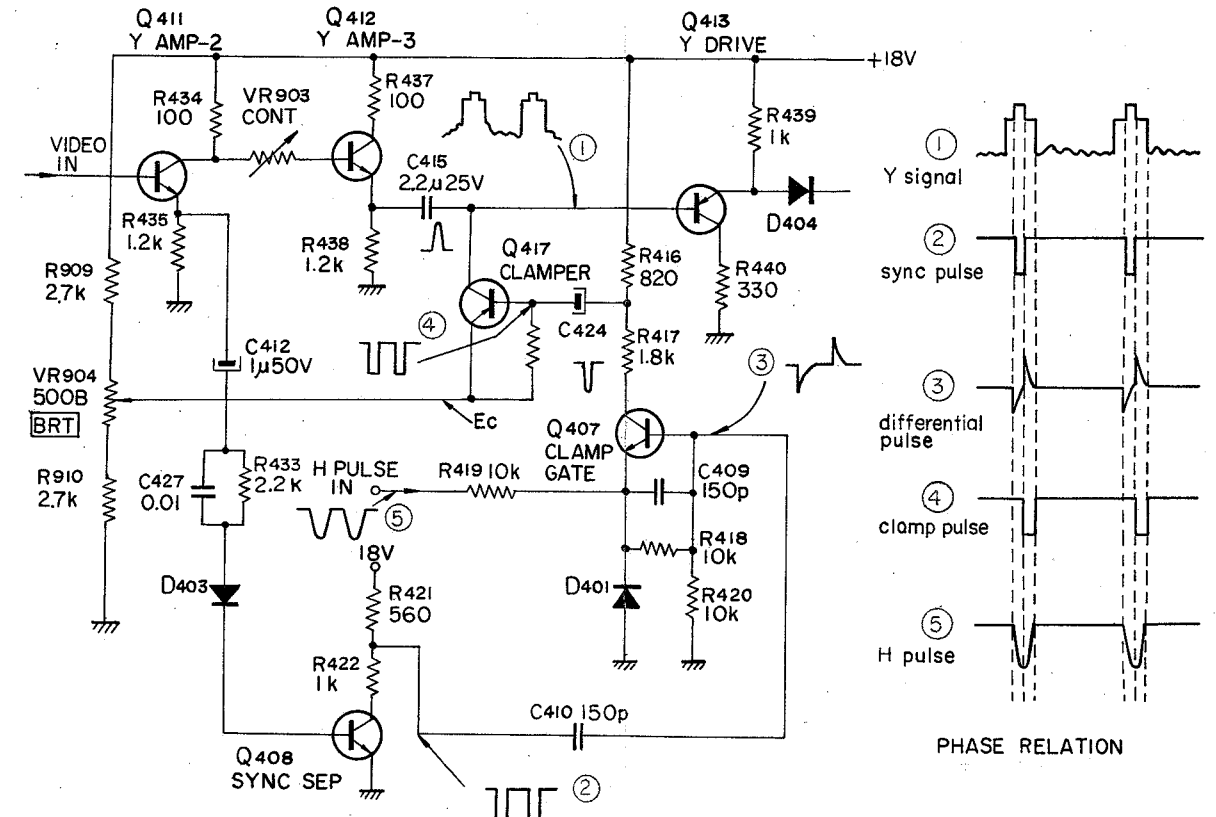

Fig. 1-1.
Le niveau noir du signal vidéo peut être fixé à un certain niveau au moyen du circuit de fixage, on peut alors obtenir une image nette et de haute qualité (voir le schéma du circuit figure 1-1).
Le signal de synchronisation est séparé par Q408 du signal délivré par l'émetteur de Q411 (Amplificateur Y). Le signal de synchronisation qui apparaît sur le collecteur de Q408 est différencié par un filtre passe-haut constitué de C410 (150 pF) et de 2 résistances montées en parallèle (R420: 10 k Ω et R418: 10 k Ω). On obtient alors un signal différencié (voir forme du signal N° ③ figure 1-1) qui est fourni à la base de Q407 (porte de fixage). Le potentiel de l'émetteur de Q407 est plus élevé que celui de la base dans des conditions normales de fonctionnement, Q407 est alors coupé.
Lorsqu'on applique une impulsion négative H à partir de FBT, à l'émetteur, D401 devient conductrice et le potentiel de l'émetteur de Q407 devient potentiel de la masse pendant la durée de l'impulsion. En même temps, l'impulsion différenciée est transmise à la base de Q407. Q407 est allumé uniquement lorsqu'une impulsion différenciée positive est appliquée à sa base. On obtient une impulsion négative sur le collecteur de Q407. Cette impulsion négative est transmise à la base de Q417 (fixatif) à travers une capacité C424 de 1 μ F, et le transistor non polarisé Q417 devient conducteur. Alors le signal vidéo est fourni à Q417, à travers C415 (2.2 μ F). Le niveau noir du signal vidéo est fixé à la tension de l'émetteur de Q417 car la pulsation de fixage est synchronisée avec le palier arrière du signal vidéo. Voir les relations entre phases en figure 1-1.
Black level of the video signal can be clamped at a certain level by the clamp circuit, and a clear and high quality picture can be obtained. See the schematic diagram in Fig. 1-1.
When the negative H pulse is supplied to the emitter from the FBT, D401 becomes ON and the emitter potential of Q407 becomes ground potential within pulse duration. At the same time the differentiated pulse is supplied to the base of Q407. Q407 conducts only when the positive differentiated pulse is supplied to the base. At the collector of Q407, negative pulse is obtained. This negative pulse is supplied to the base of Q417 (CLAMPER) through C424 (1 μ F), and non biased Q417 becomes ON. At that time the video signal is supplied to Q417 through C415 (2.2 μ F). The black level of the video signal is clamped to the emitter voltage of Q417, as the clamp pulse is synchronized with the back porch of the video signal. See the phase relation in Fig. 1-1.